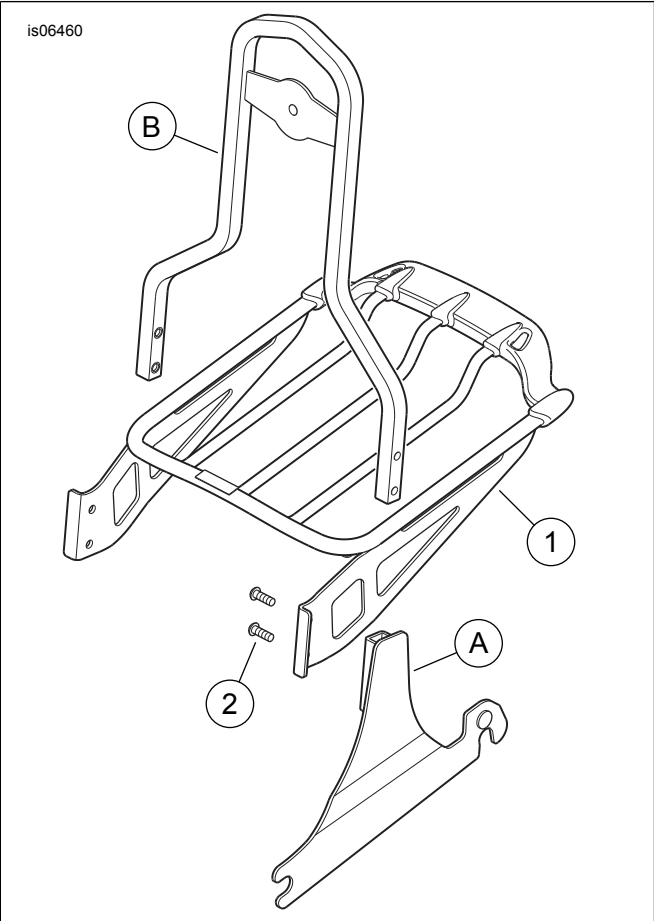

Abbildung 1. Ersatzteile, Abnehmbarer Air Wing-Gepäck-träger
Siehe Abbildung 1 und Tabelle 1.
1. Siehe Abbildung 1. Die zwei vorderen 3/8-16 TORX-Schrauben **lösen**, mit denen die starr montierten Seitenplatten (A) befestigt sind.
3. Die Soziusbügel/Seitenplatten-Baugruppe anheben, um Zugang zu den Schrauben (2) zu erhalten, mit denen der Soziusbügel (B) an den Seitenplatten befestigt ist.